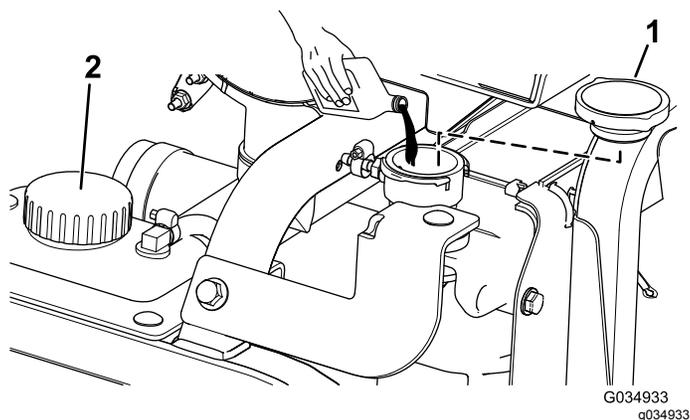

Рисунок 112
5. Залейте охлаждающую жидкость в радиатор так, чтобы ее уровень доходил до кромки заливного отверстия (Рисунок 112).